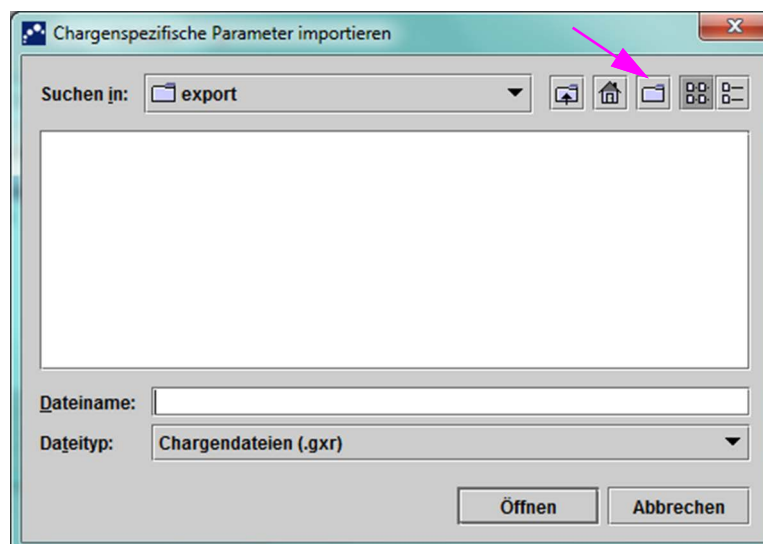

Abbildung 2-96. Dialogfeld „Chargenspezifische Parameter importieren“
4. Suchen Sie im Bereich „Look In:“ (Suchen in:) (siehe Abbildung 2-96) die zuvor vom technischen Kundendienst erhaltene .gxr/.nxr-Datei, wählen Sie sie aus und klicken Sie anschließend auf **Öffnen**. Die neue Chargennummer wird im Dialogfeld „Chargenspezifische Parameter“ angezeigt. Klicken Sie im Dialogfeld „Chargenspezifische Parameter“ auf **Schließen**, um zum Fenster „Assays definieren“ zurückzukehren.